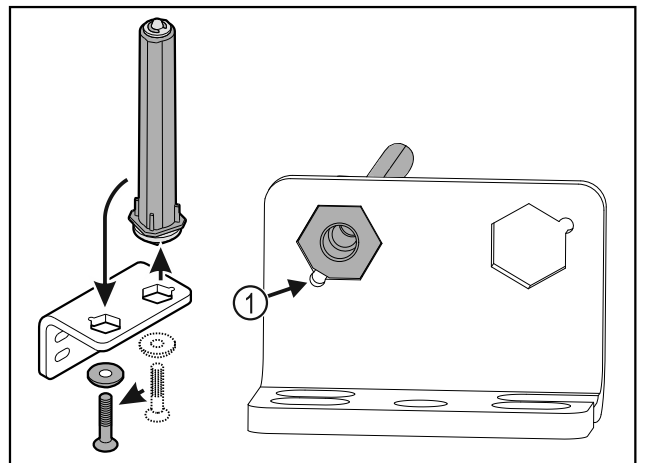

Fig. 36
- ▶ 在安装时请注意，让螺栓斜面 Fig. 36 (1) 朝向圆孔。